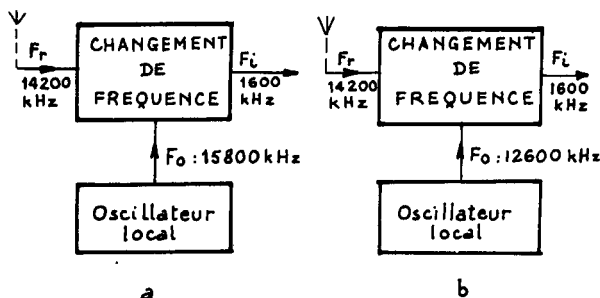

Fig. 2. - Principe de fréquence
Un dispositif changeur de fréquence (3) est utilisé (fig. 2). Un signal de forte amplitude fourni par un oscil-